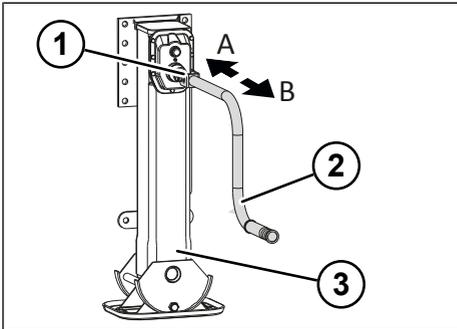

Abb. 5-3: Lastgang und Schnellgang der Stützwinde
- ▶ Schnellgang durch herausziehen der Handkurbel einschalten (siehe "Abb. 5-3: Lastgang und Schnellgang der Stützwinde", S. 23).
- ▶ Lastgang durch Hineindrücken der Handkurbel einschalten (siehe "Abb. 5-3: Lastgang und Schnellgang der Stützwinde", S. 23).
- ▶ Lastgang durch Hineindrücken der Handkurbel einstellen (siehe "Abb. 5-3: Lastgang und Schnellgang der Stützwinde", S. 23).
- ▶ Schnellgang durch Herausziehen der Handkurbel einstellen (siehe "Abb. 5-3: Lastgang und Schnellgang der Stützwinde", S. 23).